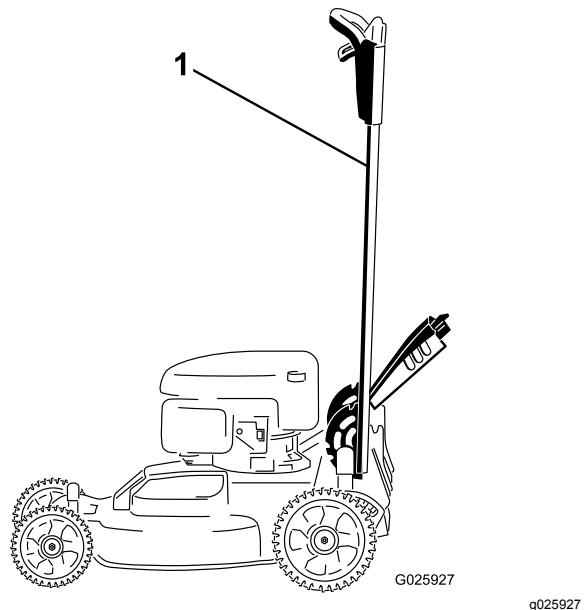

Figure 40
1. Bloquez le guidon en position verticale (Figure 40) ; voir Réglage de la hauteur du guidon \(page 12\).